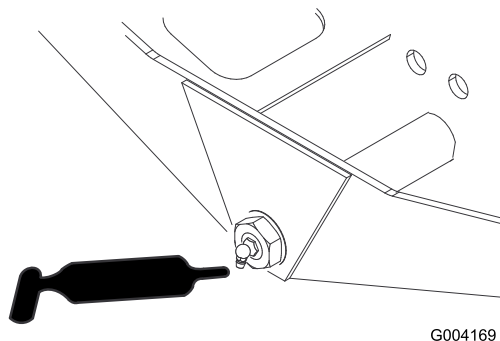

Figura 52
- Pivote de dirección del eje (1) (Figura 52)